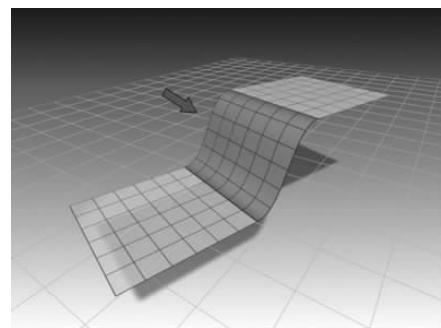

图 5-72 创建混合曲面 ▲
- (创建混合曲面): 将一个曲面与另一个曲面相连接, 混合父曲面的曲率以在两个曲面创建平滑曲面; 也可以将一个曲面与一条曲线混合, 或者将一条曲线与另一条曲线混合, 如图 5-72 所示。